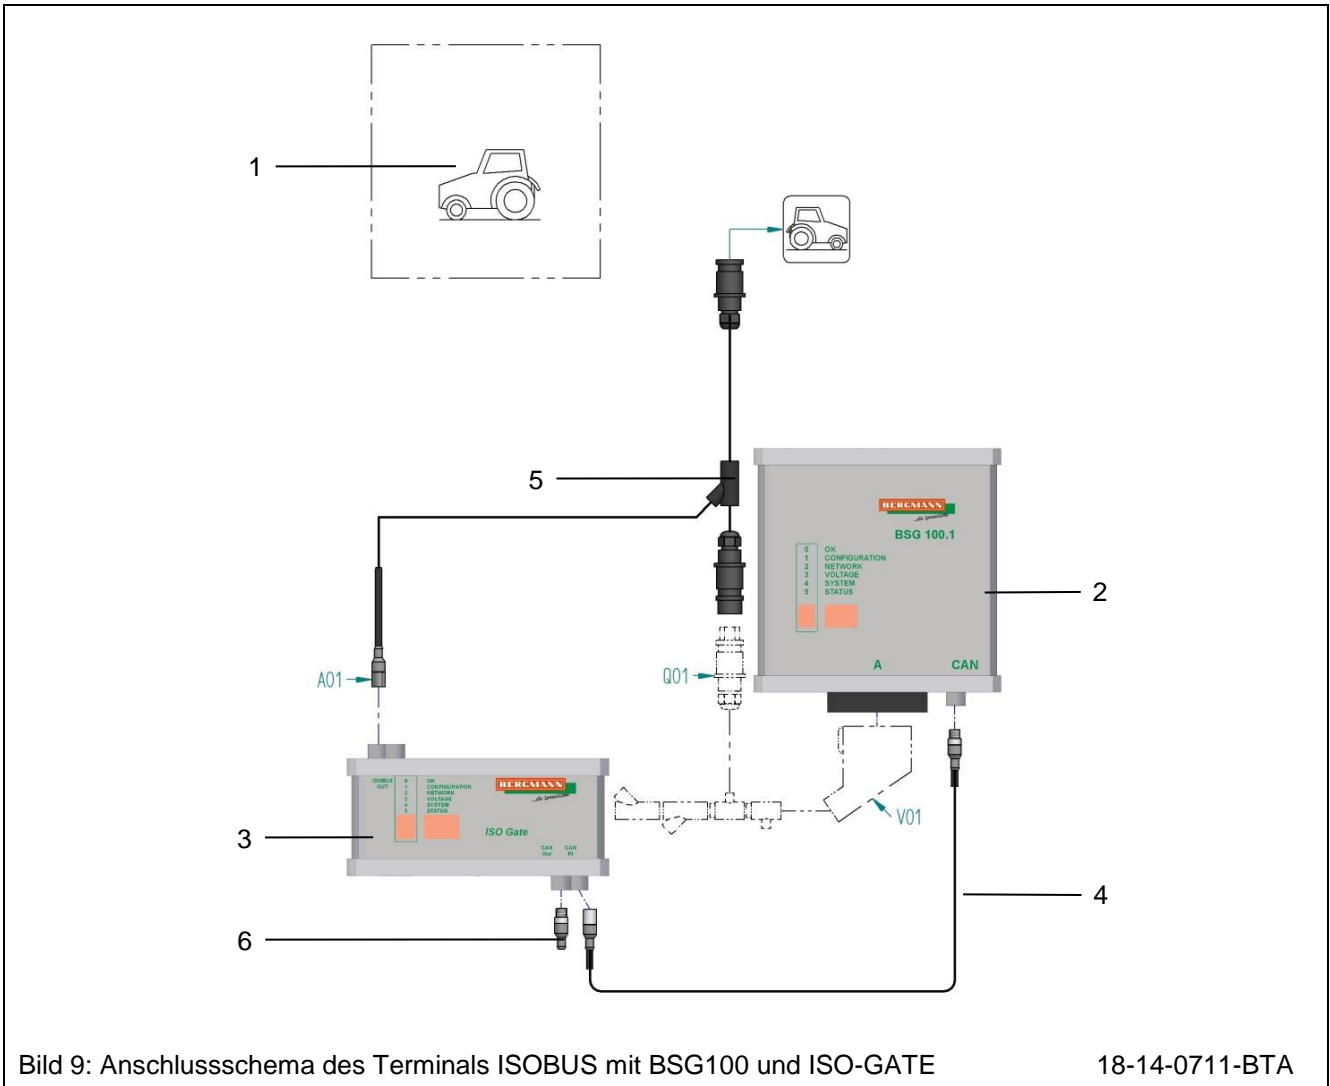

Bild 9: Anschlusschema des Terminals ISOBUS mit BSG100 und ISO-GATE
- Verbinden Sie das Steuergerät BSG100 (Bild 9 / Pos.2) mit dem Steuergerät ISO-GATE (Bild 9 / Pos.3) mittels Verlängerungskabel CAN-BUS (Bild 9 / Pos.4) unter Berücksichtigung der nachfolgenden Daten:
- Verbinden Sie die Anschlüsse des Versorgungskabels (Bild 9 / Pos.5) mit den entsprechenden Anschlüssen des Kabelbaums, des Steuergerätes ISO-GATE (Bild 9 / Pos.3), der Stromversorgung und der Datenverbindung am Traktor unter Berücksichtigung der nachfolgenden Daten:
- Verbinden Sie den Abschlusswiderstand (Bild 9 / Pos.6) mit dem Steuergerät BSG ISO-GATE (Bild 9 / Pos.3) unter Berücksichtigung der nachfolgenden Daten: